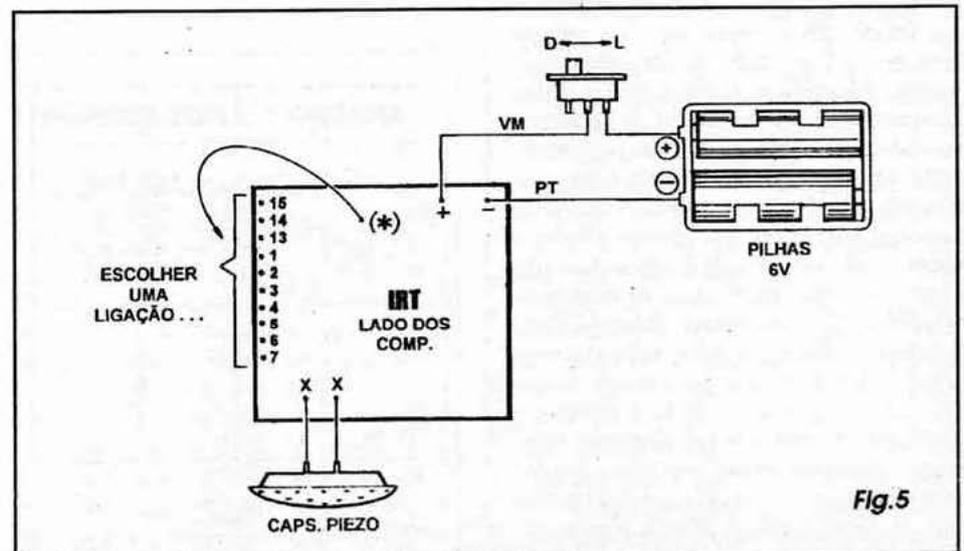

Fig.5
- FIG. 5 - CONEXÕES EXTERNAS À PLACA - A figura mostra o lado não cobreado da placa, agora com ênfase nas suas conexões externas... O transdutor (cápsula piezo) tem seus terminais ligados aos pontos X-X. A alimentação deve ser aplicada aos pontos (+) e (-), respectivamente recebendo os fios vermelho e preto provenientes do suporte das pilhas, intercalando-se o interruptor geral no fio do positivo (vermelho). Ao ponto (*) deve ser ligado um pedaço de fio isolado, cuja outra extremidade será experimentada, em sua conexão definitiva ou provisória, em qualquer dos pontos numerados em barra vertical junto à borda esquerda da placa (na figura...), codificados como 15-14-13-1-2-3-4-5-6-7 (rever o esquema, na FIG. 1, se tiver dúvidas...).
Ainda tomando como base o diagrama da FIG. 5, as primeiras verificações de funcionamento, e as próprias experimentações com o circuito devem ser feitas assim: o pedaço de fio ligado (em uma das suas extremidades...) ao ponto (*) deve ser ligado (de início, em condição provisória...) a qualquer dos pontos na barra vertical numerada, à esquerda da pla-